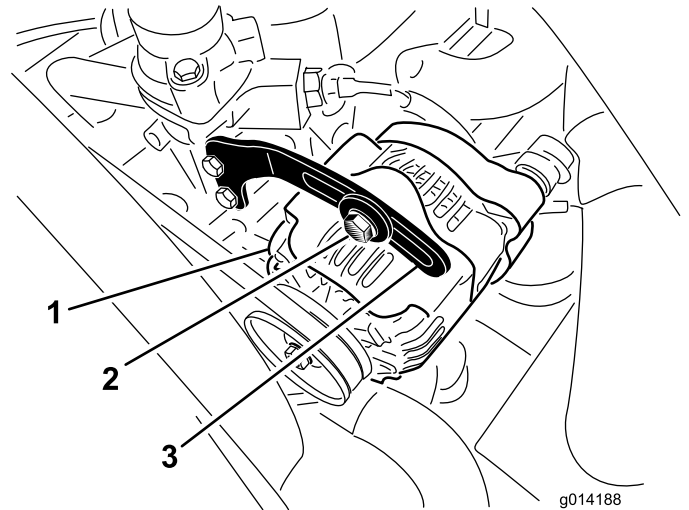

Figura 48
2. Compruebe la tensión de la correa del alternador flexionándola (Figura 48) en el punto intermedio entre las poleas del alternador y del cigüeñal con una fuerza de 10 kg (22 libras).
3. Afloje el perno que sujeta el tirante al alternador (Figura 48), y el perno de pivote del alternador.